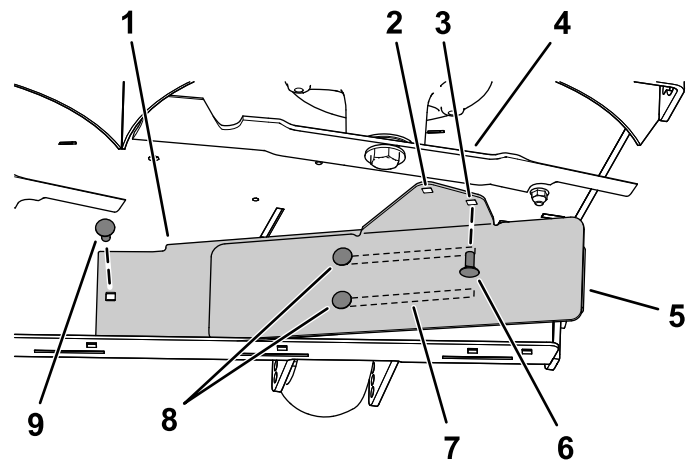

Figure 9
- Fixez le côté gauche du déflecteur à l'aide d'un boulon de carrosserie (5/16" x 3/4") et d'un écrou à embase (5/16"), comme montré à la Figure 9.
- Desserrez les 2 boulons de carrosserie (5/16" x 3/4") dans les fentes du déflecteur et faites glisser le déflecteur jusqu'à ce que le trou soit en face du trou dans le plateau de coupe (Figure 9).
- Montez le déflecteur comme montré à la Figure 9.
Important: Veillez à utiliser le trou correct pour le déflecteur ; voir Figure 9.
- Serrez les 2 boulons de carrosserie (5/16" x 3/4") dans les fentes du déflecteur (Figure 9).